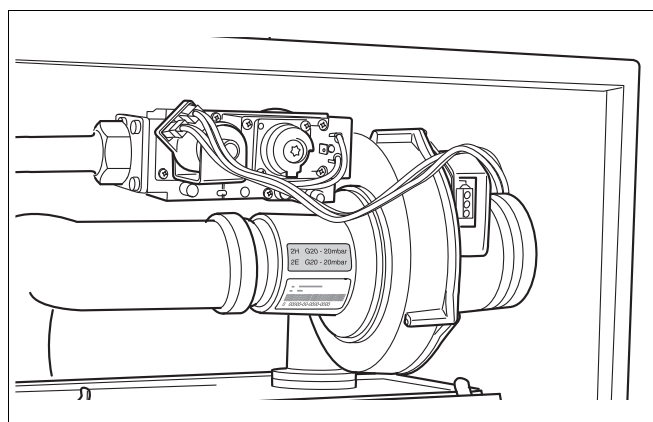

Bild 78 Kontrollera klistermärke för gastyp
- Kontrollera om den faktiska gastypen överensstämmer med klistermärket för gastyp (bild 78).